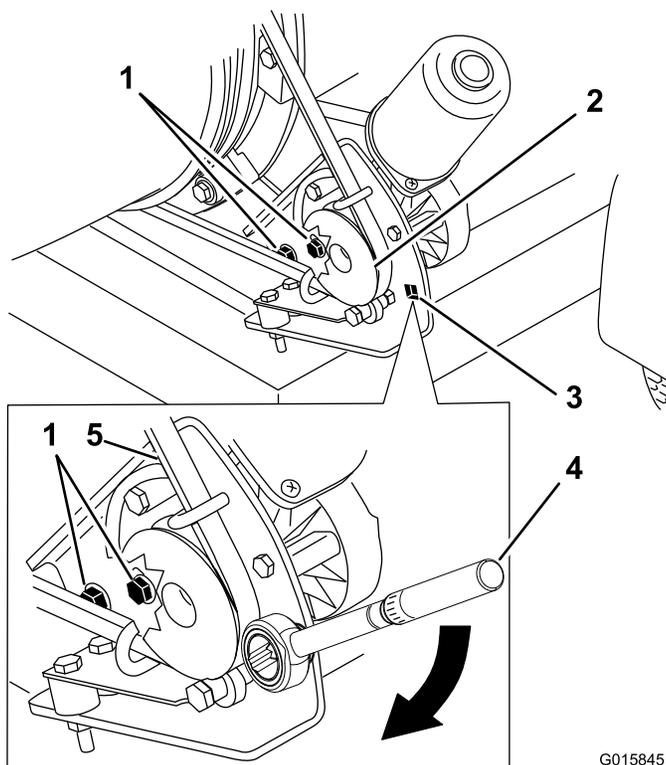

Figura 28
1. Desaperte os parafusos que fixam o suporte de montagem da polia ao chassis do soprador (Figura 28).
2. Coloque uma chave dinamométrica no suporte de montagem da polia (Figura 28).
3. Rode o suporte de montagem da polia afastando-o do bico até que a chave indique 22,6 a 26,0 Nm (Figura 28).